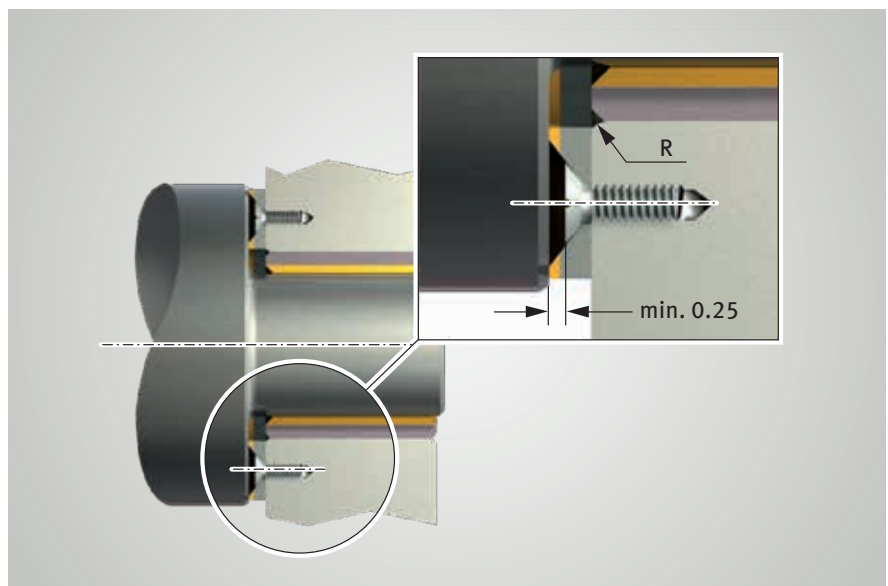

Fig. 4: Fissaggio di una rosetta di spallamento PAW senza rientranza nella scatola
- bloccare in posizione ricorrendo a diverse spine di registro o viti (fig. 4)